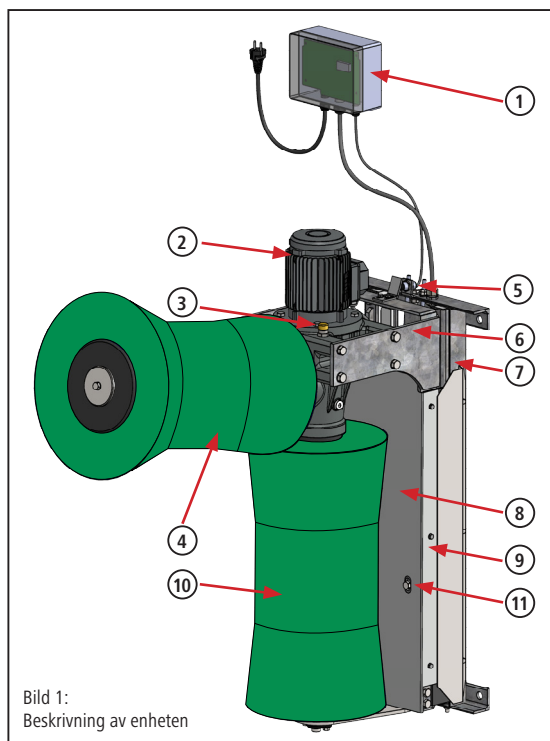

Bild 1:
- Avluftningsskruv för drevet medföljer och måste monteras före första användning (se bild 1 – pos. 3)!
- Den medföljande avluftningsskruven för drevet måste monteras före den första aktiveringen (se bild 1 – pos. 3)! Om detta inte följs kan det leda till skador på drevet!